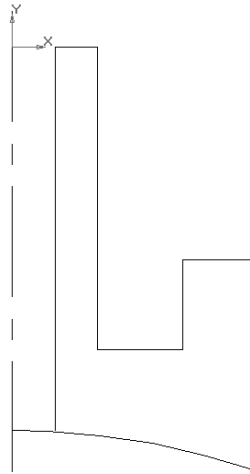

Рис. 3.74
5. Введите осевую линию симметрии (см. раздел 3.2.1, пункт 10). Удалите вспомогательные кривые и точки (рис. 3.74).